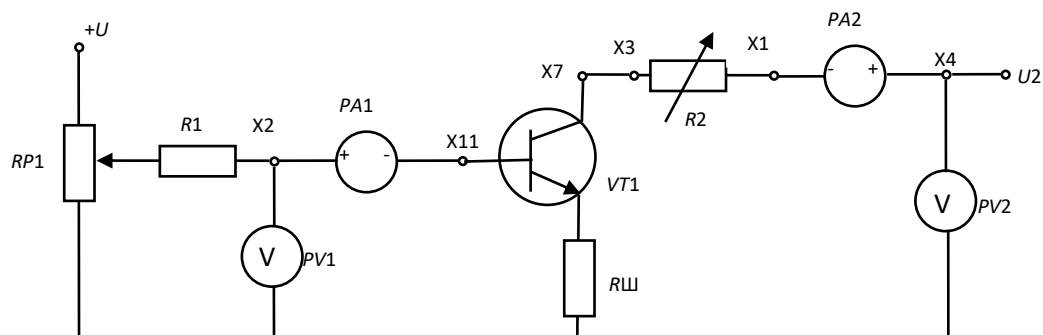

Рис.2.7
7. Соберите схему для исследования биполярного транзистора $VT1$ блока «транзисторы» (рис. 2.7). Для измерения тока базы (миллиамперметр $PA1$) используйте один из мультиметров и для измерения напряжений и тока коллектора (миллиамперметр $PA2$) используйте приборы блока «Измерительные приборы», задав для них соответствующие режимы работы. Тумблер $SA2$ в блоке «транзисторы» установите в верхнее положение, ручки потенциометров $RP1$ и $RP2$ (блок транзисторов) установите в крайние левые положения. Представьте схему для проверки преподавателю.